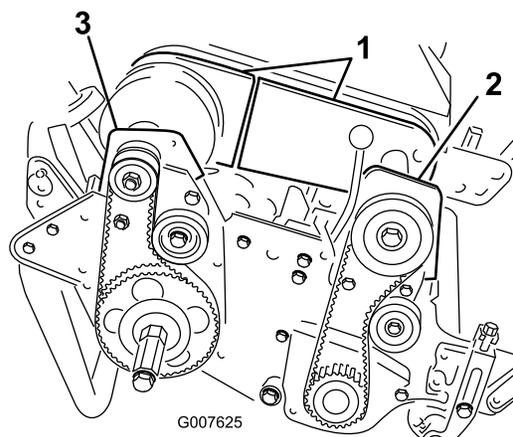

図 41
4. デファレンシャルカバー前半分と後半分のボルトを取り、カバーを外してベルトが見えるようにする 図 41。
6. 前クラッチハウジングをサイドプレートに固定しているボルト 2 本を外す 図 41。
8. 右後ベアリングハウジングをサイドプレートに固定しているボルト 2 本とロックナットを外す 図 41。